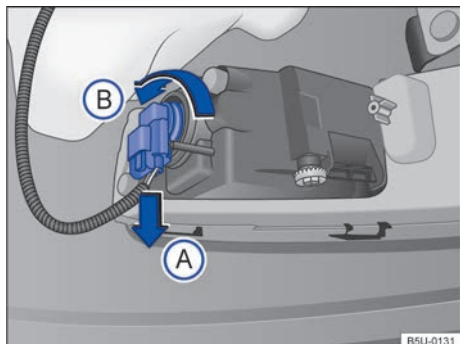

Fig. 179 Atrás del paragolpes delantero: acceso a la lámpara incandescente del farol de neblina.
2. Desenganchar el conector de alimentación de la lámpara \Rightarrow fig. 179 en el sentido de la flecha (A), presionar, al mismo tiempo, la traba de fijación del conector.
3. Girar el portalámparas \Rightarrow fig. 179, en el sentido antihorario de la flecha (B), y desengancharlo del alojamiento.